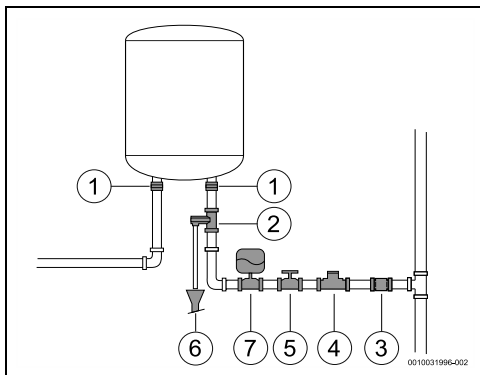

Fig. 13
- ▶ Închideți armătura de închidere a apei (→ Fig. 13, [5]).
- instalați o supapă reductoare (Fig. 13, [4]). Supapa de preaplin este activată întotdeauna atunci când presiunea apei de la nivelul rezervorului depășește 8 bar (± 1 bar), iar apa evacuată trebuie să fie eliminată.
- Instalați un vas de expansiune (Fig. 13, [7]) pentru a evita deschiderea supapei de preaplin în mod frecvent. Volumul vasului de expansiune trebuie să fie echivalent cu 5% din volumul aparatului.